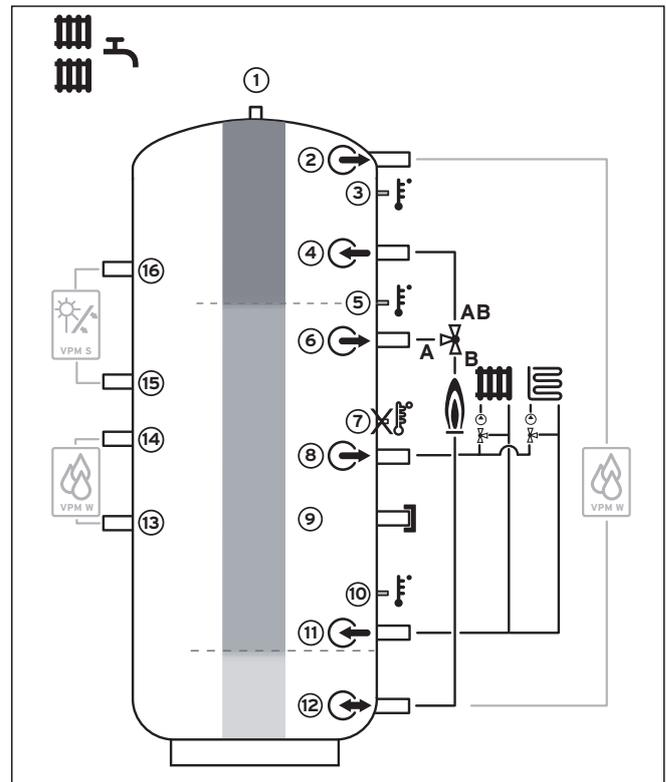

Abb. 4.2 Anschlussschema Wohnanwendung
- Montieren Sie die Trinkwasserstation an Vor- und Rücklauf (siehe Abb. 4.2, 13/14).
- Montieren Sie die Solarladestation an Vor- und Rücklauf (siehe Abb. 4.2, 15/16).
- Montieren Sie drei VR 10 Temperaturfühler aus dem Lieferumfang des Solarsystemreglers VRS 620/3 in die Fühlerrohre (siehe Abb. 4.2, Pos. 3, 5 und 10) des Pufferspeichers.
Wenn laut Hydraulikplan ein motorbetriebenes Umschaltventil notwendig wird, um zwischen dem Bereitschaftsteil für Warmwasser und dem für die Heizung umzuschalten, dann gilt folgende Einbausituation (siehe Abb. 4.2):